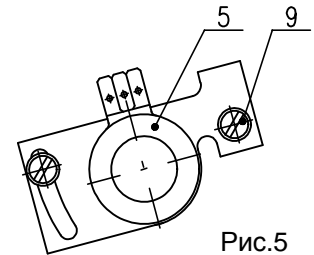

Рис.5
- Освободите гайку (23) фиксирующую кулачки таким образом, чтобы тарельчатые пружины еще на них образовывали аксиальное давление.
- ЭП переставте в положение "открыто" и кулачком (29) поворачивайте в направлении часовых стрелок до тех пор пока переключит выключатель S3 (25).
- ЭП переставте в положение "закрыто" о ход, в котором должно сигнализироваться положение "открыто" и кулачком (31) поворачивайте в направлении часовых стрелок до тех пор пока не переключится выключатель S5 (27).
- ЭП переставте в положение "закрыто" и кулачком (28) поворачивайте в против движения часовых стрелок пока не включится выключатель S4 (24). ЭП переставте назад о ход, в котором должно сигнализироваться положение "закрыто" и кулачком (30) поворачивайте в против движения часовых стрелок до тех пор пока не переключится выключатель S6 (26). После установки ЭП кулачки зафиксируйте центральной гайкой с накаткой и контрагайкой (23). Порядок просмотрите и в случае потребности нужно дорегулировать ход.
4.3 Установка датчика сопротивления (рис.5)